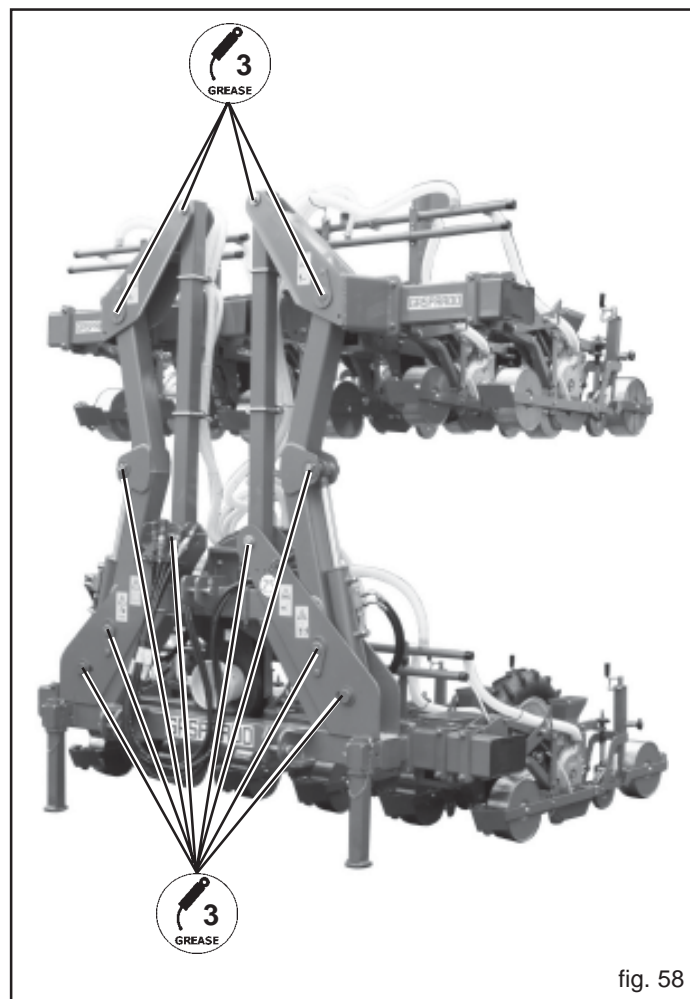

fig. 58
- Engrase las articulaciones del bastidor (3, Fig. 58).